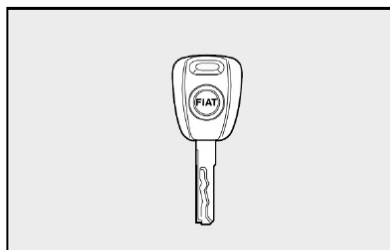

fig. 1
CHAVES fig. 1 e 2
- Duas chaves **fig. 1**.
A chave **fig. 1** de uso normal no veículo é usada para: